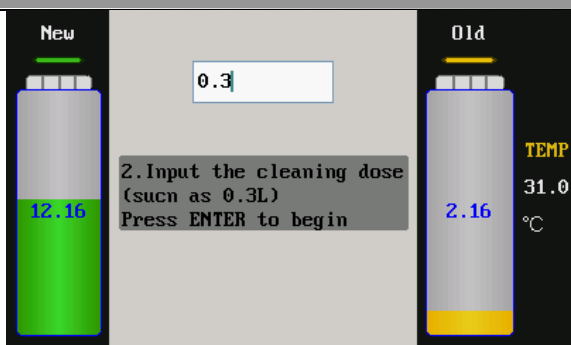

Рис. 39
- 12) Согласно подсказкам на экране интерфейса загрузить определенное количество моющего средства в стандартный мерный стакан, а затем нажать кнопку ENTER для продолжения. Интерфейс представлен на Рис. 39.